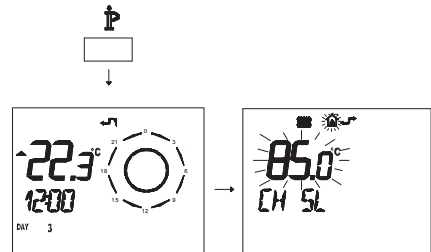

Figura 5.28
L'andamento della temperatura al variare dell'impostazione fatta con i tasti 14 e 15 per un $K 1,5$ è illustrato nella Figura 5.28.
- Premere per più di 3 secondi il pulsante P per entrare in modalità *INFO* (Figura 5.28).